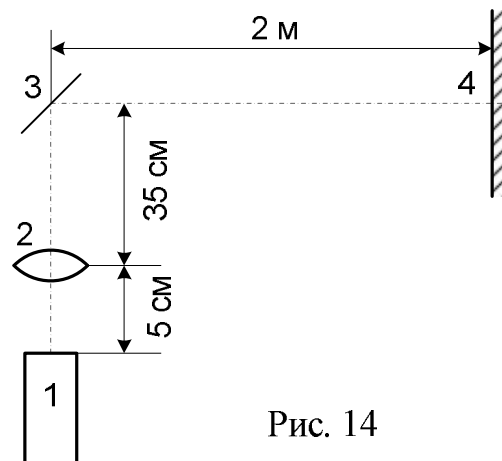

Рис. 14
2. Продемонструйте явище інтерференції в тонких плівках в монохроматичному світлі з допомогою лазера. Схема розташування приладів для цієї демонстрації показана на рис. 14. Цифрами позначено: 1 – лазер, 2 – лінза з фокусною відстанню 17 мм, 3 – плівка, 4 – екран. Орієнтовні відстані між елементами схеми вказані на рисунку.